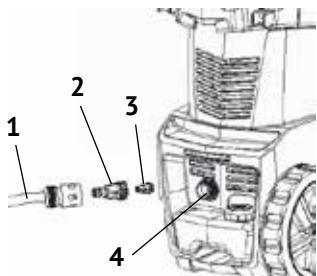

рис.6
7.1.5 Подключение водопроводного шланга рис.6:
- снять пластиковую заглушку с входного патрубка (рис.6 поз.4);
- прикрутить входной штуцер (рис.6 поз.2) с фильтром (рис.6 поз.3) к входному патрубку;
- закрепить на входной патрубок разъём водопроводного шланга (рис.6